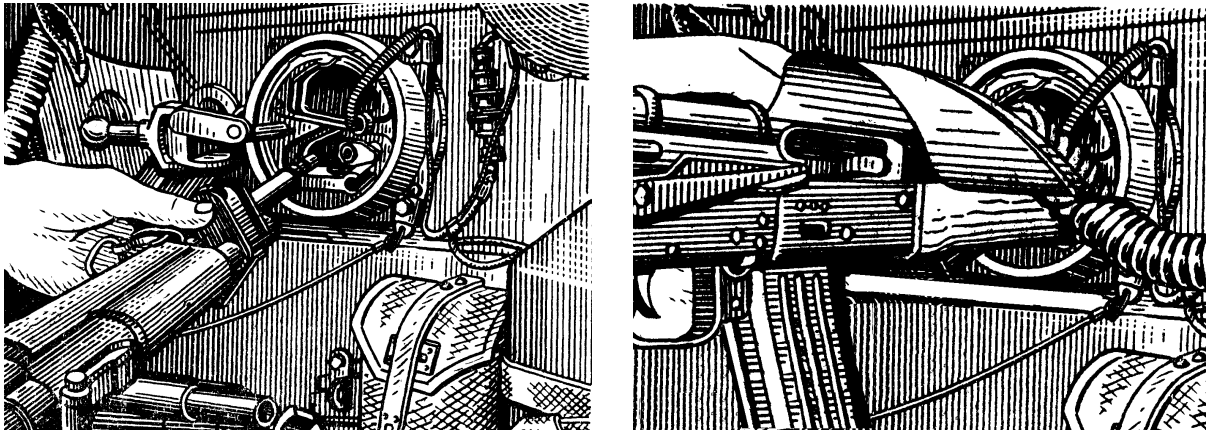

Рис. 47. Встановлення автомата з надягнутим замком у кулькову опору бійниці
- після цього зжати обидві половинки замка на автоматі та, утримуючи його в зведеному положенні, вставити разом з автоматом у гніздо кульової опори (рис. 47)